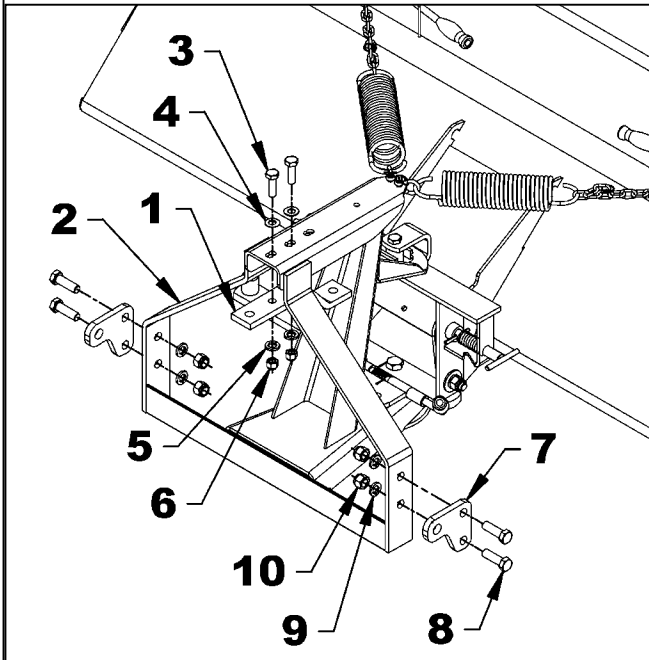

Figure 7C
- Si la distance A est plus grande que 3", utiliser l'option d'installation 1 - figures 7C-8C.
1. **Figure 7C ou 9C:** Tel qu'illustré, fixer le support supérieur commun (item 1) à l'attache universelle (item 2) à l'aide des 2 boulons hex. 1/2"NC x 1 3/4" lg. (item 3), rondelles plates dia. 9/16" de trou (item 4), rondelles de blocage 1/2" (item 5) et écrous hex. à bague de nylon 1/2"NC (item 6). Le support supérieur commun (item 1) doit être placé à l'extrémité des trous oblongs, vers l'avant du balai.
2. **Figure 7C ou 9C:** Tel qu'illustré, Fixer les 2 supports inférieurs communs (item 7) à l'attache universelle (item 2) à l'aide des 4 boulons hex. 5/8"NC x 2" lg. (item 8), rondelles de blocage 5/8" (item 9) et écrou hex. à bague de nylon 5/8"NC (item 10).